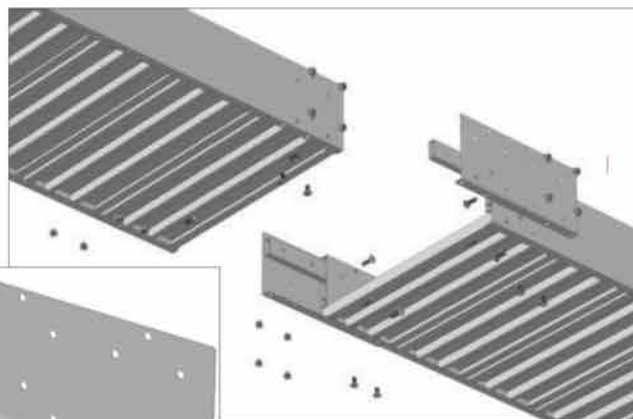

fig. 2
N.B.: prima di effettuare le operazioni successivamente descritte, è necessario procedere alla sbavatura e alla pulitura delle feritoie da utilizzare per la giunzione (fig.2-pag.8)
- Inserire i profili ① nella feritoie del cosciale (indicate in fig.2-pag.8) di uno dei moduli di base della passerella fino a farne collimare i fori
- accostare i profili ② e fissare utilizzando solo le viti in corrispondenza del profilo ① con la stessa modalità descritta a pag. 8